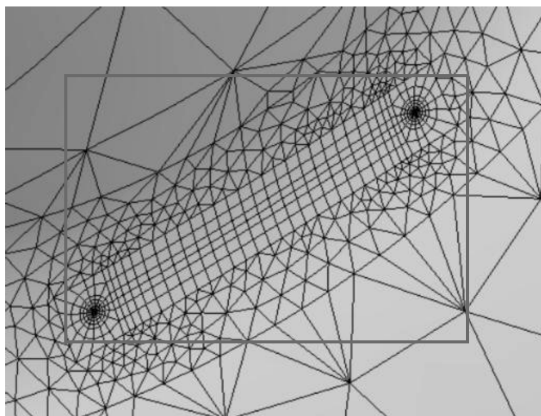

图 8-7 裂纹网格
(3) 生成裂纹: 右键单击【Fracture】→【Generate All Crack Meshes】生成裂纹网格, 如图 8-7 所示。